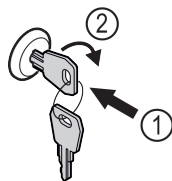

Fig. 114
- Įspauskite raktą Fig. 114 (1).
- Pasukite raktą 90° pagal laikrodžio rodyklę Fig. 114 (2).